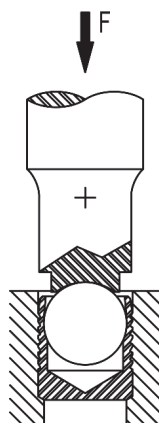
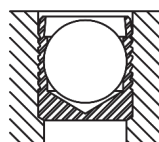

FIG. 2
FIG. 3
Drücken Sie die Kugel in die Hülse, bis der obere Scheitelpunkt unterhalb des Hülsenrandes liegt (FIG.2 and FIG.3). Entsprechende Richtwerte des Setzweges sowie des Masses X sind aus der Tabelle zu entnehmen.
Press the ball into the sleeve so that the top of the ball is slightly below the top of the sleeve (see FIG. 2 and 3). Approximate values for S and X are listed in the table below.
- Setzen Sie den Stift des Dichtstopfens in das Loch ein. Vergewissern Sie sich, dass das Mundstück gegen das Werkstück drückt. (Fig.2)
- Setzen Sie den Dichtstopfen mittels Gerät. Der Stift bricht sobald die benötigte Kraft erreicht wird. (Fig.3)
- Activate the tool to expand the plug. The mandrel will break free when the plug has fully expanded. (Fig. 3)